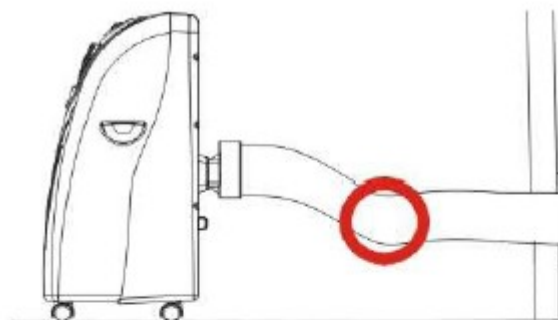

FIG. 8
- ◆ Evite a formação de dobras na mangueira pois estas podem causar uma obstrução na saída de ar provocando assim o sobreaquecimento do aparelho e conseqüente paragem do seu funcionamento. As *Fig. 8 & 9* demonstram a posição correcta da mangueira de exaustão.